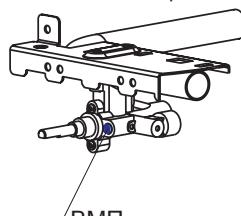

рис. 17
20.3. Настройка регулируемых ВМП горелок стола и духовки (рис. 17).